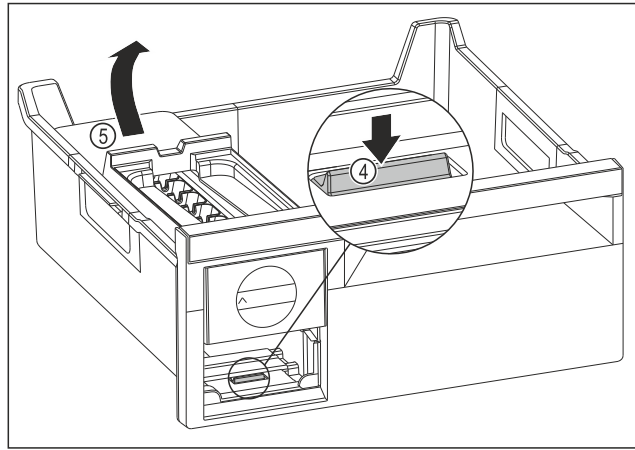

Fig. 117
- ▶ EasyTwist-Ice-rungon poistaminen: Paina kieleke Fig. 117 (4) sormella alas ja nosta samanaikaisesti toisella kädellä EasyTwist-Ice-runko Fig. 117 (5) takaa ylöspäin.